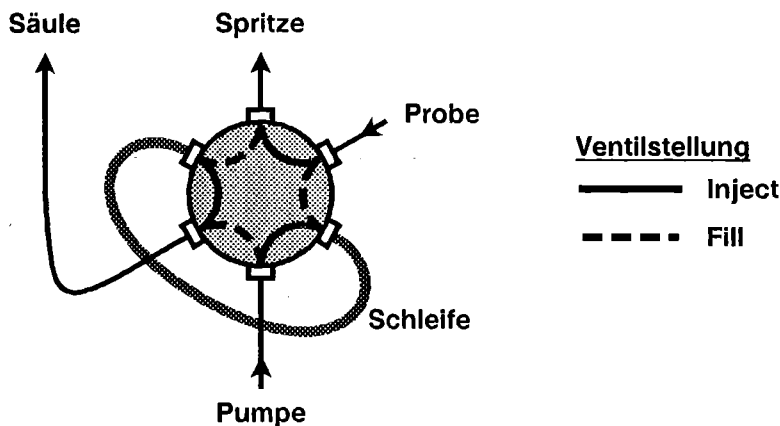

Abb. 19: Funktionsweise des Injektors bei den Ionenchromatographen 690.0010/690.0020
Zur Injektion von Proben ist im Ionenchromatograph 690.0010 ein VALCO-Schleifeninjektionsventil mit einer **100 µL-Schleife** (Loop) eingebaut, das **manuell** durch Drehen betätigt werden muss. Will man ein anderes Probenvolumen injizieren, so muss die 100 µL-Schleife gegen eine Schleife mit dem gewünschten Volumen ausgetauscht werden (z.B. 10 µL-Probenschleife 6.2620.080). *Abb. 19* zeigt schematisch die Funktionsweise des Injektors in den Stellungen "Fill" und "Inject".
Zur Injektion von Proben ist im Ionenchromatograph 690.0020 ein VALCO-Schleifeninjektionsventil mit einer **100 µL-Schleife** (Loop) eingebaut, das durch externe Ansteuerung oder via Wipptaste (34) **elektrisch** betätigt wird. Will man ein anderes Probenvolumen injizieren, so muss die 100 µL-Schleife gegen eine Schleife mit dem gewünschten Volumen ausgetauscht werden (z.B. 10 µL-Probenschleife 6.2620.080). *Abb. 19* zeigt schematisch die Funktionsweise des Injektors in den Stellungen "Fill" und "Inject".